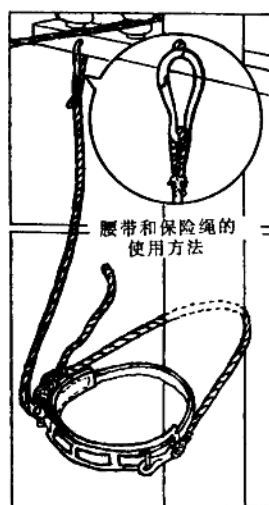

图 1-11 安全带挂法
4) 快到杆顶时，要防止横担碰头；到达杆顶后，要选好工作位置，两只脚扣交叉扣稳。挂安全带环时，如图 1-11 所示，用一手稳妥地抱住电杆，一手挂腰带环，看准挂好后，再将安全带的绳子在电杆上拴好，然后才可以开始工作。